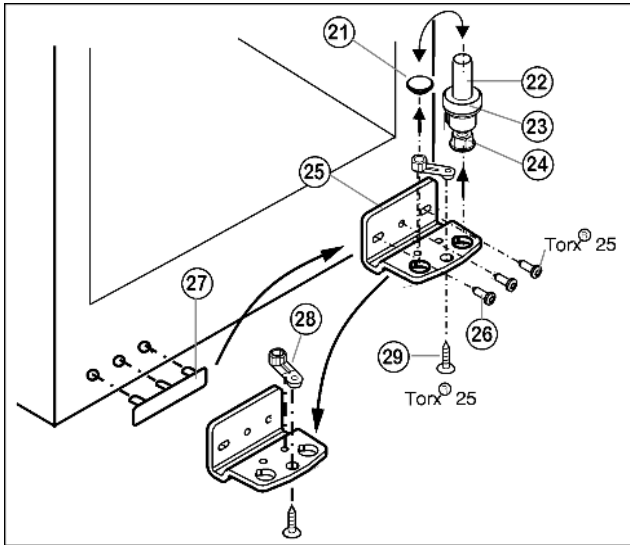

Fig. 6
- ▶ Lagerbout Fig. 6 (22) compleet met schijfje Fig. 6 (23) en stelootje Fig. 6 (24) naar boven eruit trekken.
- ▶ Stop Fig. 6 (21) eraf halen.
- ▶ Lagerbus Fig. 6 (25) losschroeven Fig. 6 (26).
- ▶ Lagerdeel Fig. 6 (28) losschroeven Fig. 6 (29) en in het tegenoverliggende opnamegat van de lagerbus omzetten en weer vastschroeven.
- ▶ Afdekking aan de greepzijde Fig. 6 (27) voorzichtig optillen en op de tegenoverliggende zijde plaatsen.
- ▶ Lagerbus Fig. 6 (25) aan de nieuwe scharnierzijde evt. met behulp van een accuschroevendraaier weer **goed (met 4 Nm)** vastschroeven.
- ▶ Stop Fig. 6 (21) weer in het andere gat plaatsen.
- ▶ Lagerbout Fig. 6 (22) compleet met schijfje en stelootje weer aanbrengen. Er daarbij op letten, dat de sluitnok naar achter wijst.
- ▶ Til de stop (33) uit de deurlagerbus en plaats hem om.
- ▶ Deurgreep (32), stoppen (33) en drukplaatjes* (34) verwijderen en aan de andere kant aanbrengen.
- ▶ Plaats de deur van boven op de lagerbout beneden Fig. 6 (22).
- ▶ Plaats de bovenste lagerbus (12) aan de nieuwe scharnierkant in de deur.
- ▶ Bovenste lagerbus (12) **goed (met 4 Nm)** vastschroeven (2 maal Torx® 25) (13). Steek de schroefgaten indien nodig voor of gebruik de accuschroevendraaier.
- ▶ Afdekking (10) en afdekking (11) elk op de tegenoverliggende zijde vastklikken.
- ▶ De deur eventueel via de beide langsgaten in de lagerbus onder Fig. 6 (25) ten opzichte van de kast uitlijnen. Daartoe middelste schroef uitdraaien.